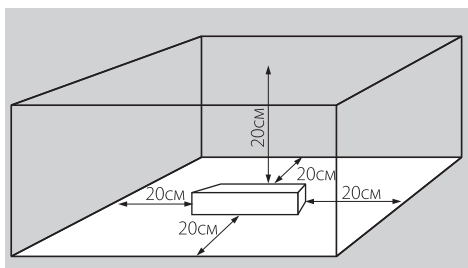

Рис. 1
4.2. Для естественной вентиляции обеспечьте свободное пространство вокруг источника питания не менее 20 см, как изображено на *Рис. 1*. При невозможности обеспечить свободное пространство используйте принудительную вентиляцию.